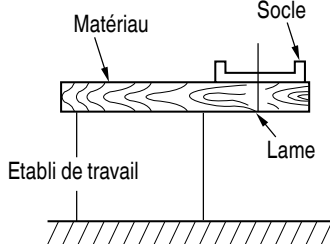

Fig. 11
14. Préparer un établi (Fig. 11)
- (1) Desserrer le boulon de la base avec la clef à six pans fixée à la base. (Fig. 11)